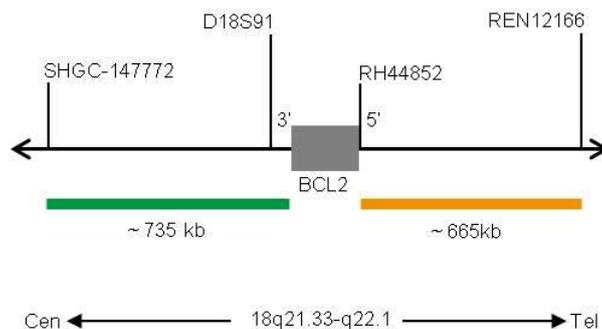

Fig. 1 : Carte de la sonde SPEC BCL2 (pas à l'échelle)
- Polynucléotides marqués au ZyGreen (excitation 503 nm/émission 528 nm) (~10,0 ng/μl), qui ciblent une séquence de 18q21.33* (chr18:60,046,152-60,779,138) proximale de la région des points de rupture de BCL2 et de 3q27.3* (chr3:186,578,337-187,403,834) proximale de la région des points de rupture de BCL6 (voir figures 1 et 2).
- Polynucléotides marqués au ZyOrange (excitation 547 nm/émission 572 nm) (~2,5 ng/μl), qui ciblent une séquence de 18q21.33-q22.1* (chr18:60,994,528-61,658,503) distale de la région des points de rupture de BCL2 et de 3q27.3-q28* (chr3:187,744,962-188,411,425) distale de la région des points de rupture de BCL6 (voir figures 1 et 2).